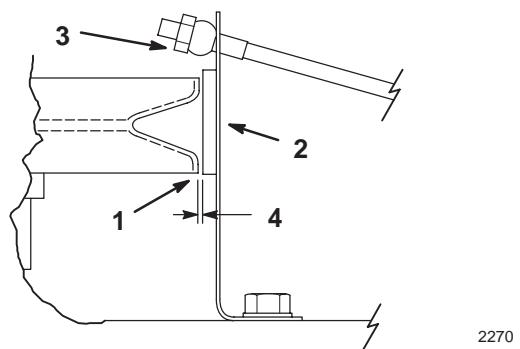

Figure 30
3. A l'aide d'une jauge d'épaisseur, mesurez l'écartement entre l'épaulement inférieur des (3) poulies de lames et plaquettes de frein (Fig. 30). Réglez le contre-écrou sur les tiges de frein pour obtenir l'écartement correct de 0,5–1,5 mm (Fig. 30).